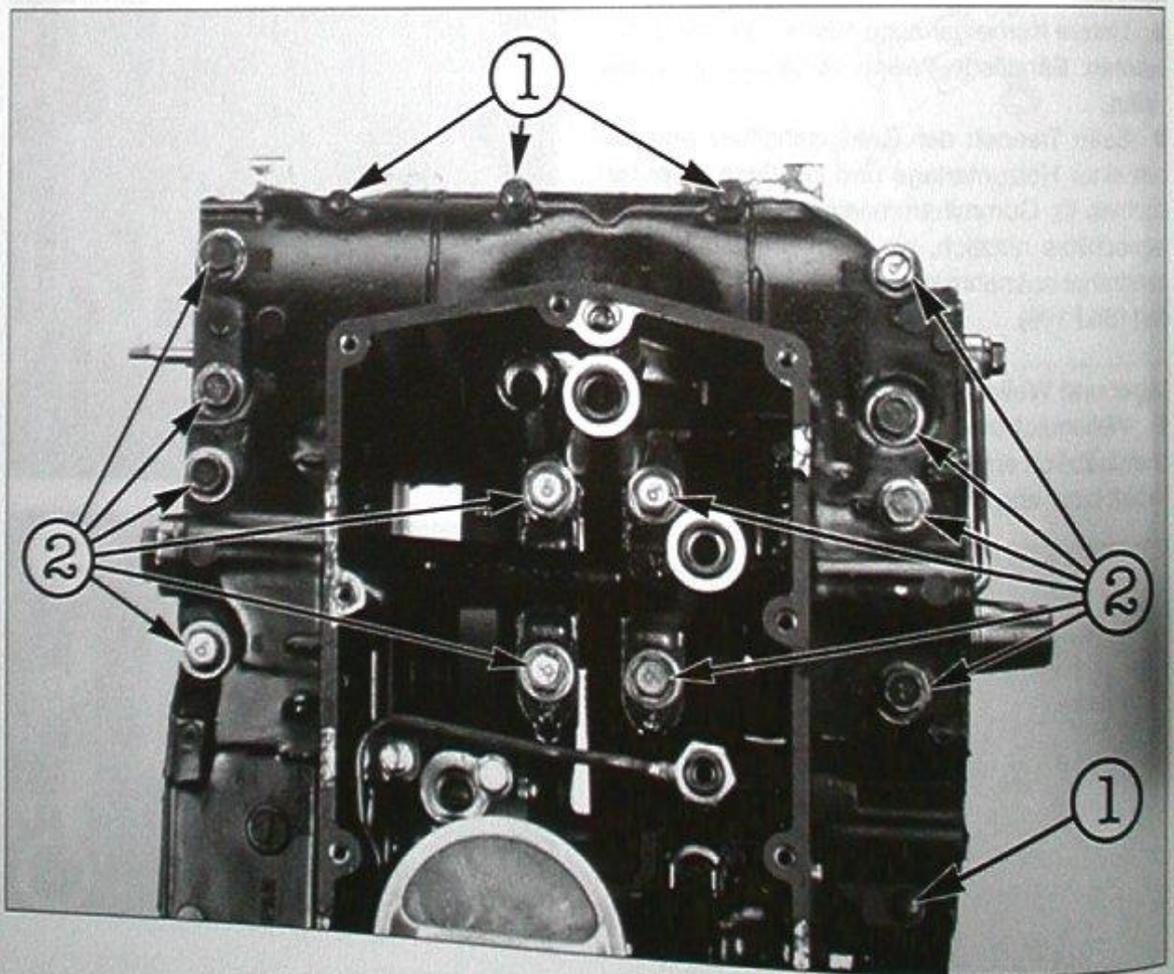

Bild 198
- An der Gehäuse-Unterseite zuerst drei 6 mm-Gehäuseschrauben ausdrehen, dann zwölf 8 mm-Gehäuseschrauben entgegen der in Bild 201 angegebenen Anzugsreihenfolge erst $\frac{1}{4}$ Umdrehung lösen, dann ganz ausdrehen (Bild 198).